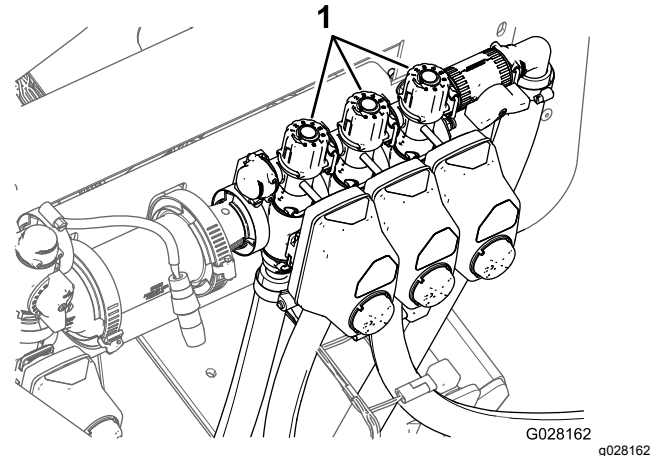

Figure 37
9. Réglez la vanne de dérivation de section (Figure 37) située sur au sommet du distributeur de commande de la section que vous avez désactivée jusqu'à ce que la pression indiquée au manomètre soit la même que celle notée à l'opération 7.